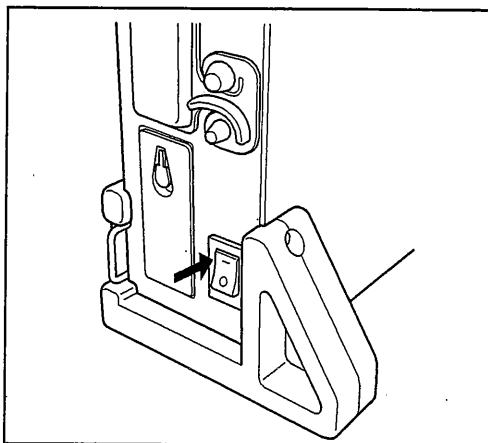

図 3.20
1. MXR 本体の電源スイッチの「|」側を押し、パネルの「POWER」が点灯し、電源が入ることを確認します（図 3.20 参照）。